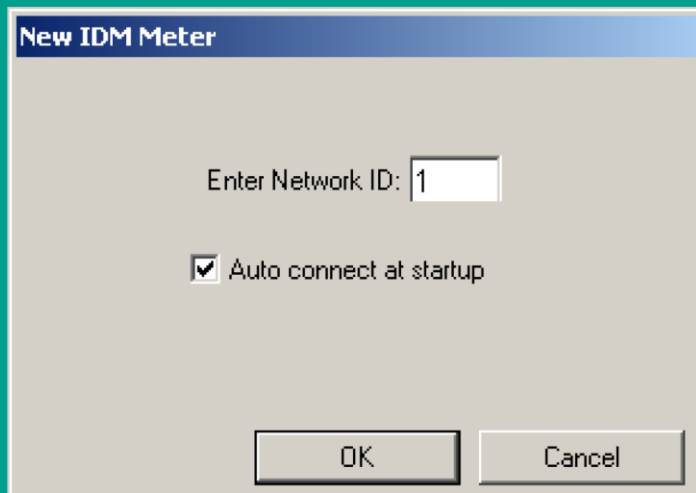

Figura 22: Nueva pantalla de medidor IDM
4. Se abre la pantalla "new IDM meter (nuevo medidor IDM)" (mostrada en la figura 22). Introduzca el número de identificación de red del contador y haga clic en [OK (Aceptar)].